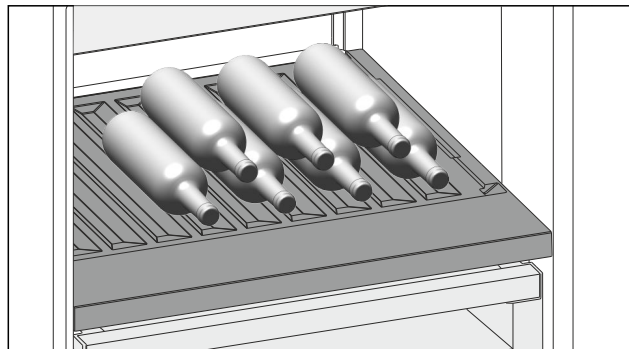

Fig. 166 Immagine a titolo di esempio
- Inserire le bottiglie con il fondo rivolto verso la parte posteriore. (vedere Fig. 166)